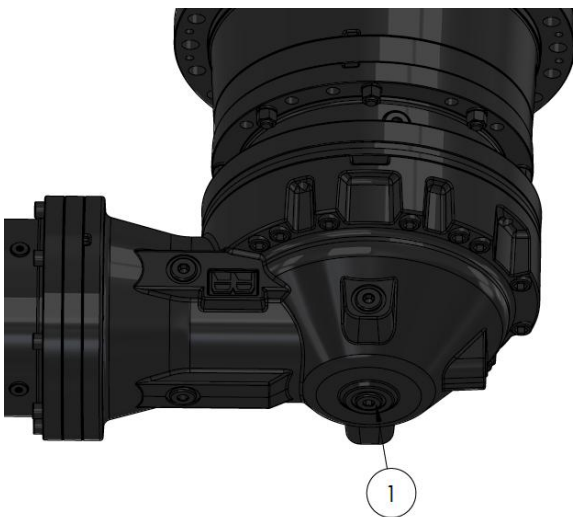

Figure 9-4 Boîte de vitesses RR3200
Les deux types de réducteurs planétaires sont équipés, en partie inférieure, d'un bouchon de vidange (1), comme illustré aux figures 9-4 et 9-5. Ce bouchon permet de vidanger l'huile usagée lors du remplacement.